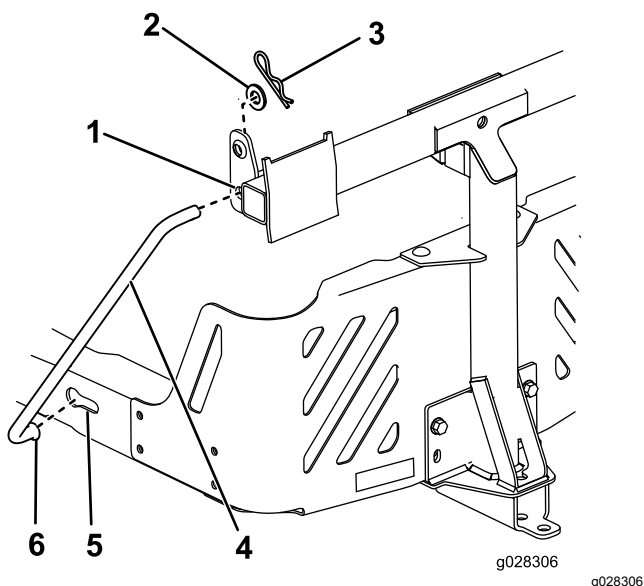

Figura 17
7. Montai capătul îndoit i evazat al unei tije în fanta de blocare din partea stângă a cadrului mainii i deplasei tija în spate pentru a o aeza în cadru (Figura 17).
8. Introduceți capetele îndoite ale tijelor în elementul de montare a dispozitivului de atașare, aa cum se arată în Figura 17 i fixai capătul fiecărei tije cu o aibă i un tift în formă de agrafă.